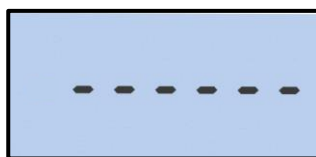
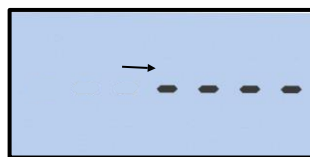

Fig. 1B
Fig. 1C
7. **Séquence de mise à zéro :** mettre l'outil à zéro en appuyant sur le bouton **ZERO**. Sur pression du bouton **ZERO**, l'écran affiche une ligne pointillée comme indiqué à la Fig. 1B. La ligne pointillée disparaît progressivement de la gauche vers la droite (Fig. 1C) ; s'assurer de ne pas bouger la tige pendant ce temps. Ceci est un rappel visuel d'attendre la mise à zéro de l'outil. Cela se produira chaque fois que l'outil est remis à zéro et le processus prend moins d'une seconde.